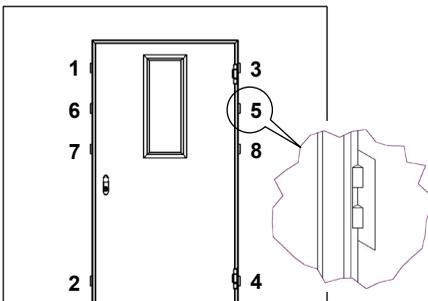

Abb. 106: Reihenfolge des Anschweißens (Porenbetonwand Einmörtelung)
3. Türelement sinngemäß gleich wie unter 3.9.3 beschrieben einbauen und in der in Abb. 106 angegebenen Reihenfolge anschweißen.